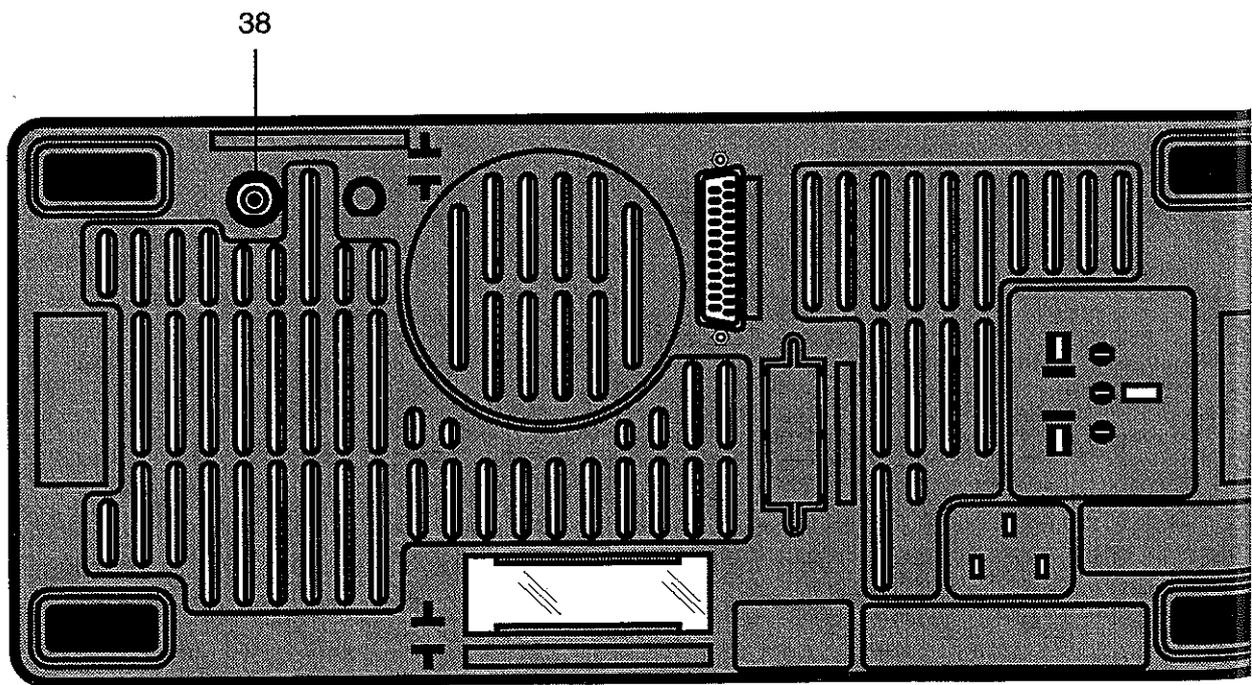

figure 7
- (2) **TRACE ROTATION** - Réglage du parallélisme des traces par rapport aux axes horizontaux (ce réglage s'effectue à l'aide d'un tournevis Ø 2 mm).
- (38) **MODULATION Z** - Entrée par prise BNC (38) en face arrière (figure 7), d'un signal TTL commandant l'extinction du spot (niveau 0 → trace éteinte, niveau 1 → trace allumée).